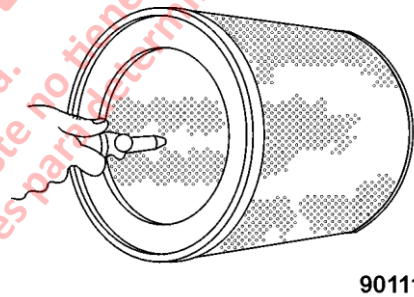

FIGURA 5-4. LIMPIAR EL FILTRO CON AIRE COMPRIMIDO
2. Como se muestra en la figura 5-4, dirija el chorro de aire de la boquilla contra el interior del elemento filtrante. Este es el lado de aire limpio del elemento y el flujo de aire debe ser opuesto del flujo de aire normal.